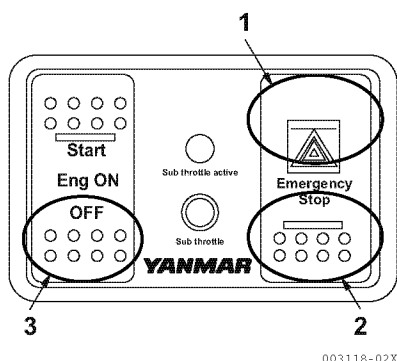

Figura 6
3. Pressione OFF (metade inferior) do interruptor Eng ON (3, **Figura 6**). O motor pára normalmente dentro de 2 a 7 segundos. A paragem normal do motor demora tempo porque o controlador fica ajustado no avanço/atraso da injeção de combustível para a posição mais adequada para o arranque seguinte.
Empurre a parte de cima do interruptor de Paragem de emergência (1, **Figura 6**) no lado direito do painel e o motor pára imediatamente sem o atraso da paragem normal do motor. Depois de desligar empurre a parte de baixo do interruptor de paragem de emergência (2, **Figura 6**) para voltar à posição anterior.
Utilize este interruptor apenas em caso de emergência. Em circunstâncias normais, utilize o interruptor OFF, Eng ON, Start (3, **Figura 6**) para parar o motor.